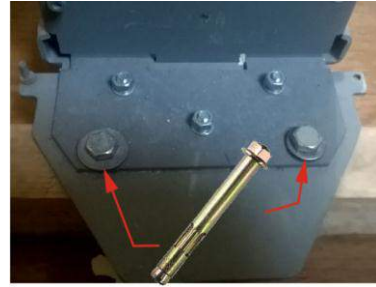

Рисунок 13– Место крепление анкерами
14) Закрепить турникет с помощью имеющихся в комплекте поставки анкеров (Рис. 13).